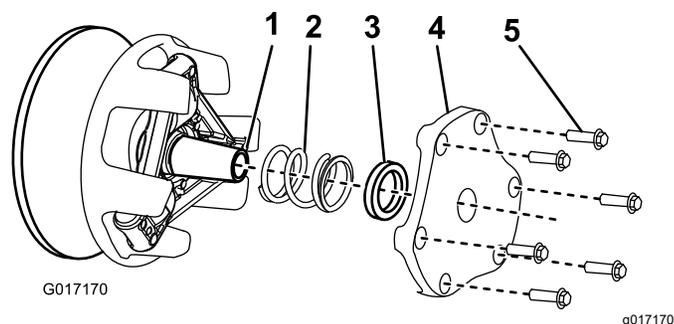

Рисунок 54
4. Отложите в сторону крышку, разделитель и пружину (Рисунок 54).